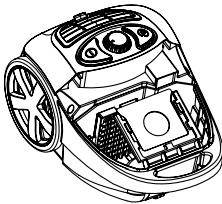

Fig. 12 – Removendo o suporte com o saco de pó
3. Remova o suporte com o saco de pó. Fig. 12;